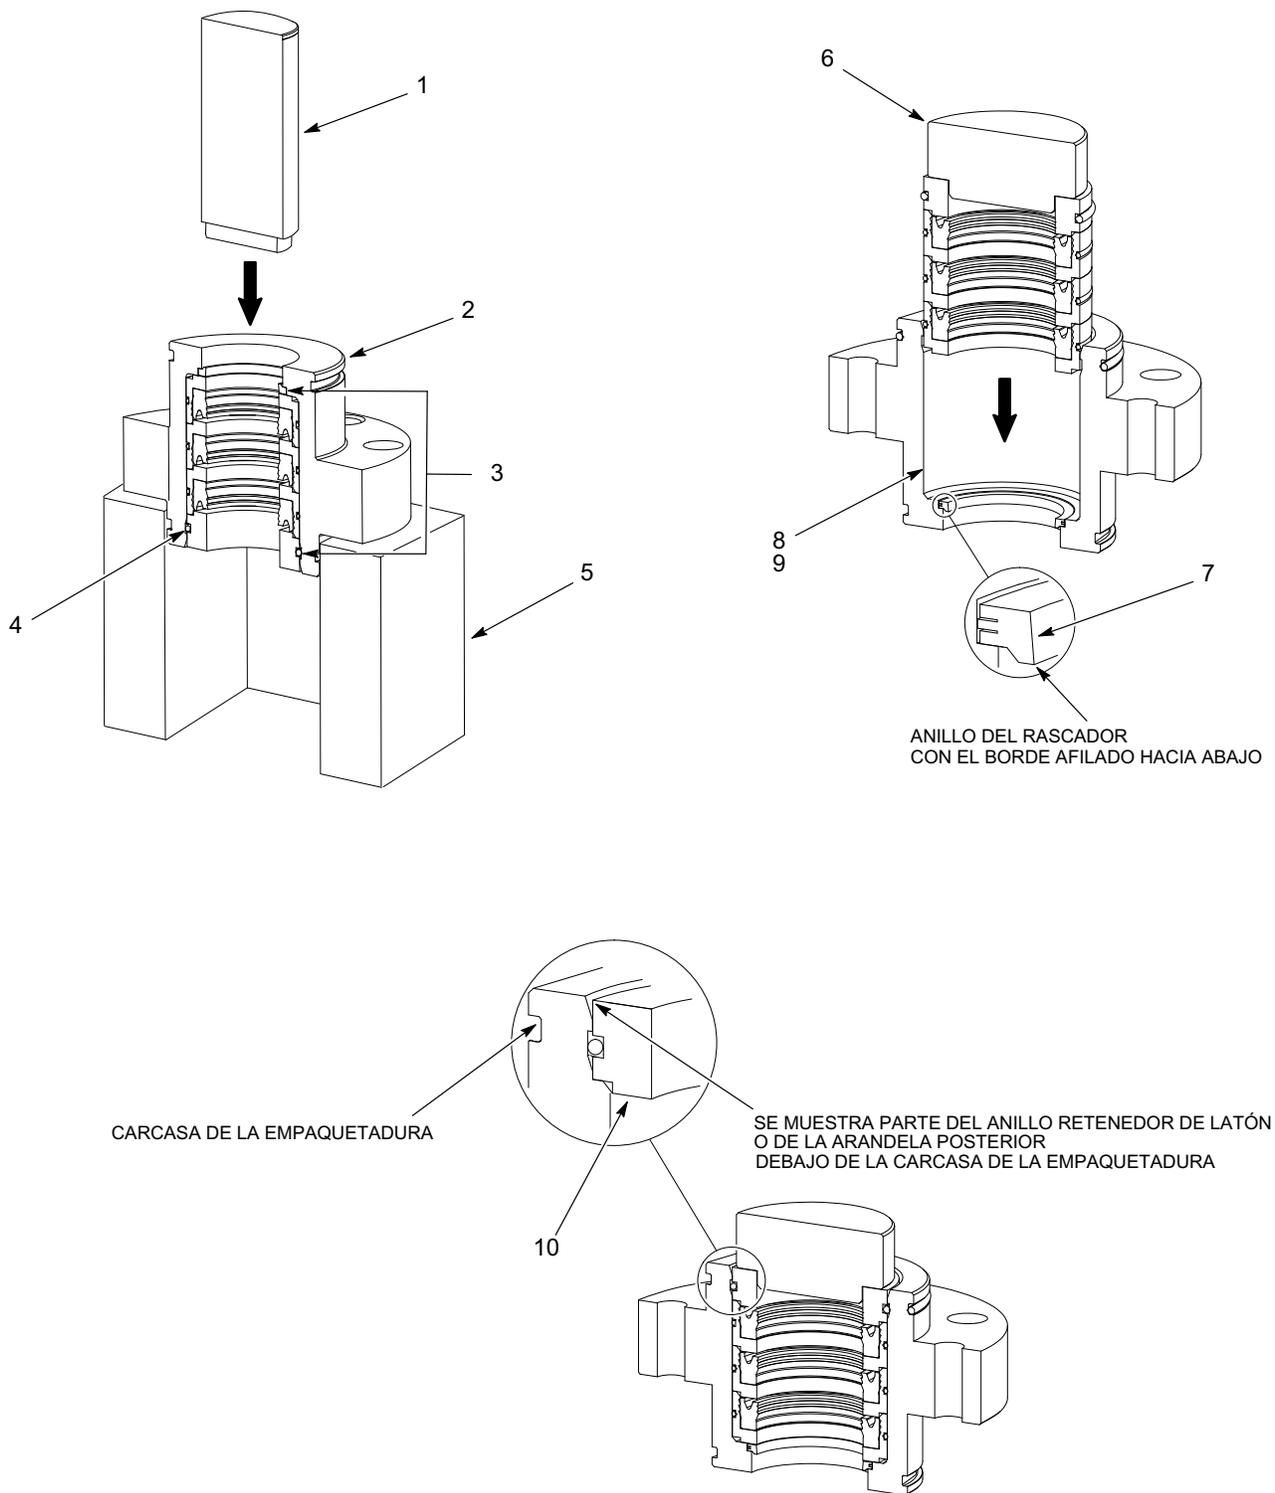

Figura 7 Sustitución de piezas internas de la empaquetadura típica
1. Ver la figura 7. Colocar la carcasa de la empaquetadura (2) en una fijación (5) con el extremo del recipiente de disolvente mirando hacia arriba.
**NOTA:** Durante la extracción de las piezas internas, la ranura del retenedor romperá la junta tórica (4).
2. Insertar el husillo de extracción (1) en la carcasa de la empaquetadura. Empleando la presión, extraer las piezas internas (3).
4. Cubrir el orificio (8) de la carcasa de la empaquetadura con lubricante para juntas tóricas (9).
5. Insertar el anillo del rascador o de retención (7), con el borde afilado hacia abajo, en la empaquetadura (2).
6. Empleando la herramienta de inserción (6) y de presión, insertar las nuevas piezas internas en la carcasa de la empaquetadura (2). Asegurarse de que el retenedor de sellado de latón o la arandela posterior (10) esté alineada o ligeramente por debajo de la carcasa de la empaquetadura, tal y como se muestra.